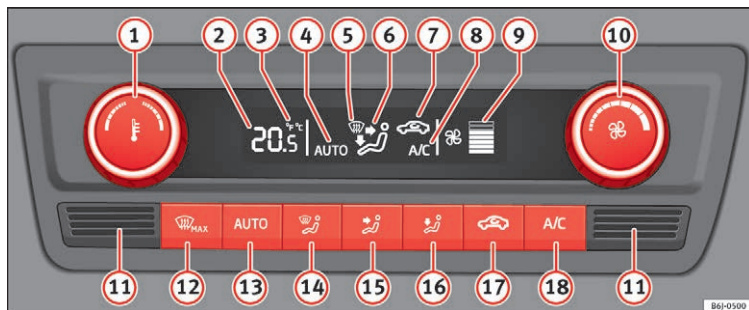

Fig. 169 Betjeningslementer til Climatronic
-   **Fig. 169** skal være tilsluttet.
Hvis du trykker på en knap, bliver den pågældende funktion aktiveret, og airconditionlægget tilsluttes, hvis det var afbrudt, undtagen hvis der trykkes på knappen  **Fig. 169** (recirkulation).
- Drej kontakten  mod venstre, indtil segmenterne i kolonnen  **Fig. 169** slukker.
- Tryk på knappen   **Fig. 169**.
Tryk samtidig i **2 sek.** på knapperne  og  **Fig. 169**. På displayet bliver dataene vist i den ønskede enhed.
- Kabinetempersensoren  **Fig. 169** er placeret i den nederste del. Klæb og dæk ikke sensoren til, da det kan have negativ indflydelse på Climatronic.
- Tryk på knappen   **Fig. 169**. I displayet vises **AUTO**.
- Når du har tilsluttet tændingen, kan du indstille den ønskede kabinetemperatur med drejeregulatoren  **Fig. 169**.
- Tryk på knappen   **Fig. 169**. Symbolet  bliver vist i displayet.
- Tryk på knappen  **17** » » Fig. 169. Symbolet  i displayet forsvinder.
- Drej regulatoren **10** » » Fig. 169 mod venstre (reducering af blæserhastighed) eller mod højre (forøgelse af blæserhastighed).
- Tryk på knappen  **12** » » Fig. 169.
- Tryk flere gange på knappen  **12** » » Fig. 169, eller tryk på knappen .